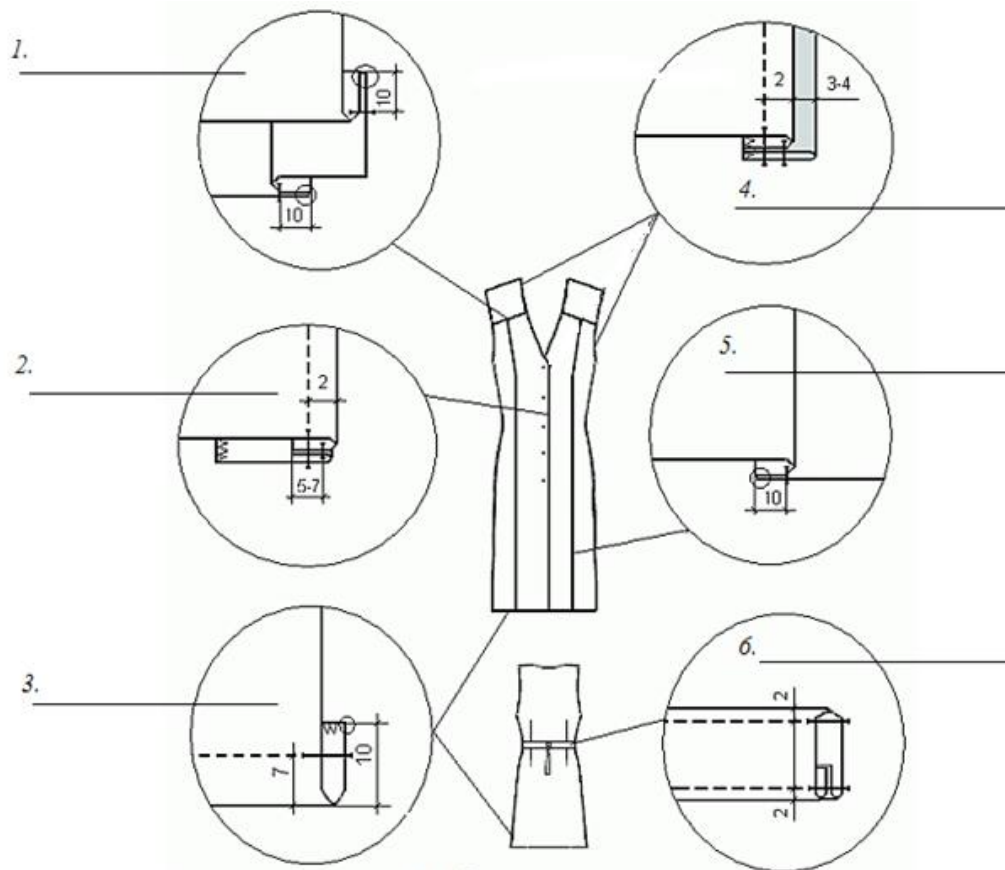

рис.1
- 1) подпишите на деталях края (рис.1) названия деталей и линии середины деталей (1,2,3,4,5);
1) рис.1
4. Назовите швы, которые используются в пошиве предложенного изделия (рис.1):
5. Назовите линии соединения деталей, которые изображены на рис.1: